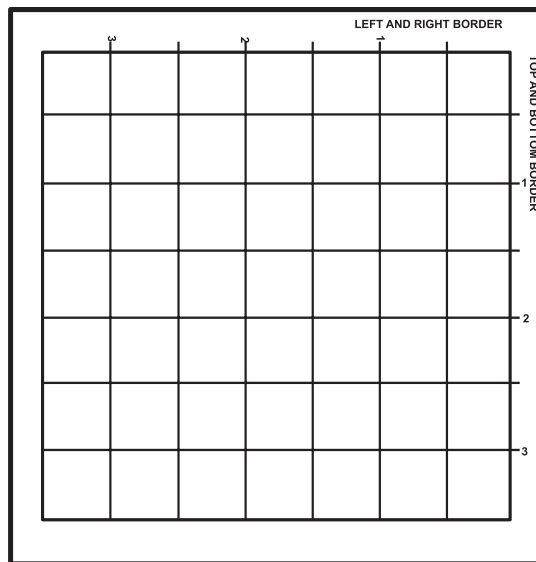

Fig. 2
- 2. Guide-bordure (Fig. 2) – grille de mesure blanche avec espacements des lignes de 1/16 po et butée d'alignement de coin au verso.
- 2. Randschablone (Abb. 2) - Ein weißes Raster mit parallelen Linien im Abstand von 1/16" (Zoll) sowie ein Anschlagpunkt für die Eckeinstellung auf der Unterseite.
- 2. Guida per bordi (Fig. 2): griglia di misurazione bianca con linee distanziate in multipli di 1/16" e un fermo angolare di allineamento sul lato inferiore.
- 2. Guía de bordes (Fig. 2): grilla de medición en blanco con líneas espaciadas que aumenta de a 1/16" y un tope de alineación en la esquina sobre la parte inferior.